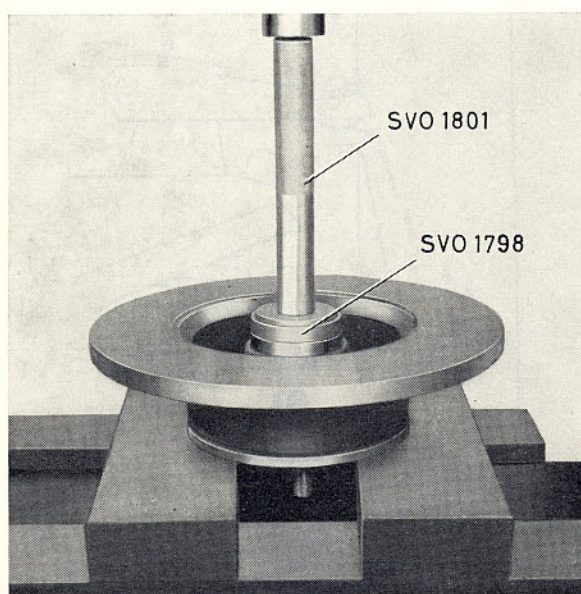

Bild 25. Montering av tätningring
3. Placera inre lagret på sin plats i navet. Pressa i tätningeringen med dorn SVO 1798 jämte standardskaft SVO 1801 (bild 25). Inolja filtningen rikligt med exempelvis tunn motorolja.